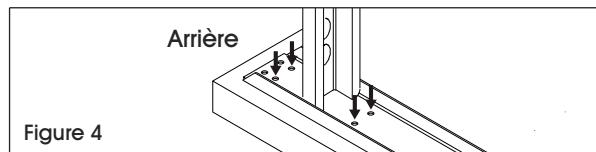

Figure 4
2. Avec une mèche de perceuse de 1/4 po, percez quatre trous à travers la surface aux emplacements des trous de guidage prépercés illustrés à la Figure 3. Ils doivent s'aligner sur les trous situés à l'arrière du pied. (Voir Figure 4)